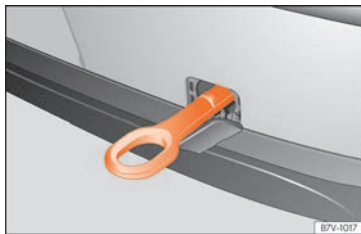

Abb. 57 Auf der rechten Seite des hinteren Stoßfängers: eingeschraubte Abschleppöse.
Die Abschleppöse wird in die hinter einer Abdeckung auf der rechten Seite des hinteren Stoßfängers befindliche Aufnahme eingeschraubt » **Abb. 57**.
- Drücken Sie auf den oberen Bereich der Abdeckung » **Abb. 57** und klinken Sie diese aus.
- Drehen Sie die Abschleppöse **entgegen dem Uhrzeigersinn** in die Aufnahme bis zum Anschlag » ❶. Verwenden Sie ein geeignetes Hilfsmittel, um die Abschleppöse festzuziehen.